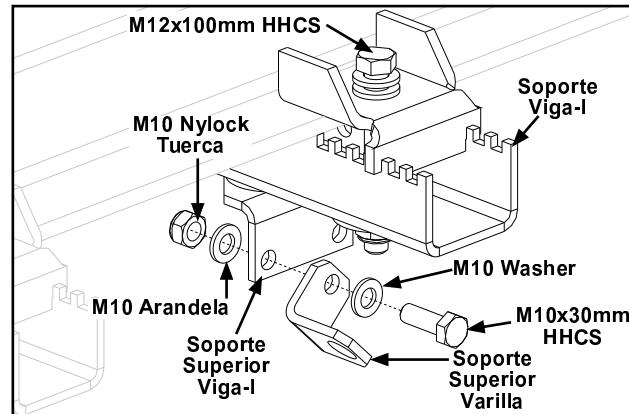

Figura 3-49
- Paso 4. Alinee el soporte superior de la varilla con el soporte de montaje de la Viga-I. Vea Figura 3-49.
- Paso 5. Inserte M10x30mm HHCS atreves de (2) Arandelas M10, soporte superior de varilla, soporte de montaje de viga-I y tuerca M10x1.5. **Apriete hasta asentar + ¼ de vuelta**. No apriete de mas, puede doblar el soporte. Vea Figura 3-49.
- Paso 6. Sujete el soporte de la Viga-I con el ensamble del soporte de montaje del Refuerzo en la Viga-I adyacente que se sujetará. Vea Figura 3-49.